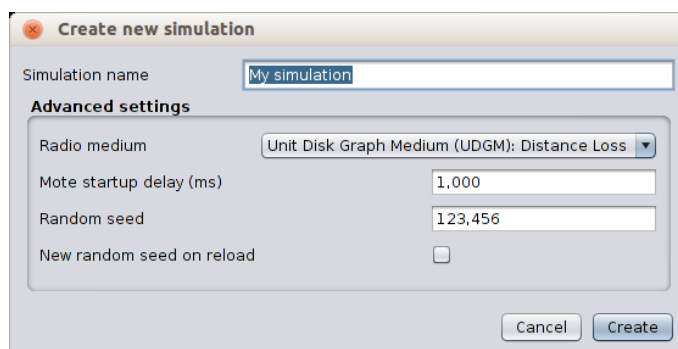

Figura 2: Nova simulação no Cooja
4. Configure os parâmetros de simulação conforme a Figura 2;